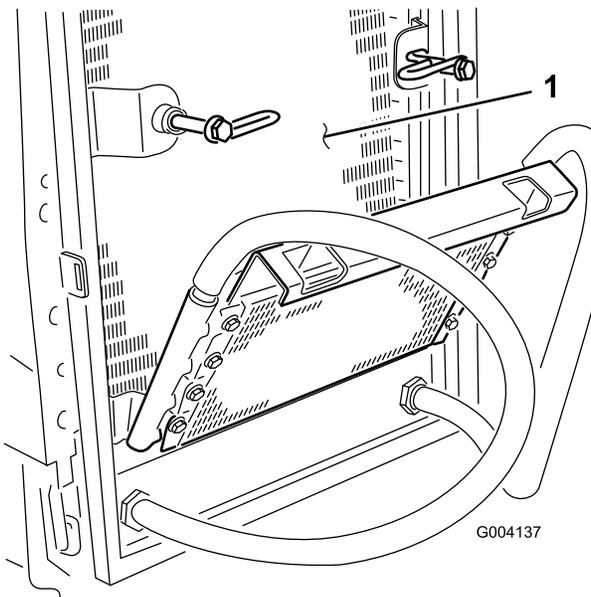

Figura 74
6. Limpe os dois lados do dispositivo de arrefecimento de óleo e o radiador (Figura 74) com ar comprimido.